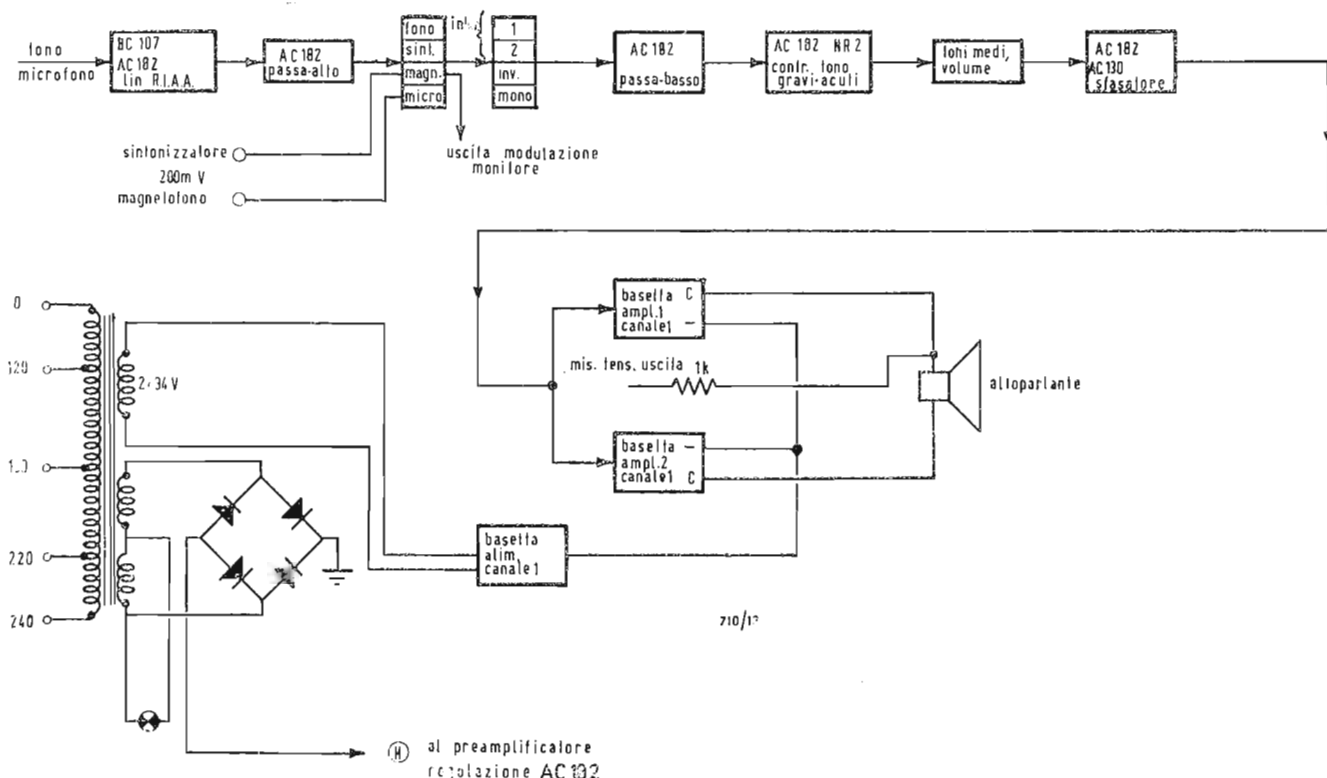

Fig. 1 - Schema a blocchi di un canale. Lo stesso trasformatore di alimentazione serve per i due canali.
1. - ESAME DELLO SCHEMA (fig. 1 e 2)